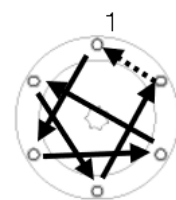

図 11-6
- ⑦ Oリングに亀裂やキズが無いか、又締付フランジ面にキズや異物が無いか確認してください。
- ⑧ フタを閉め、ナットを均等に締め付けます。(図 11-6)